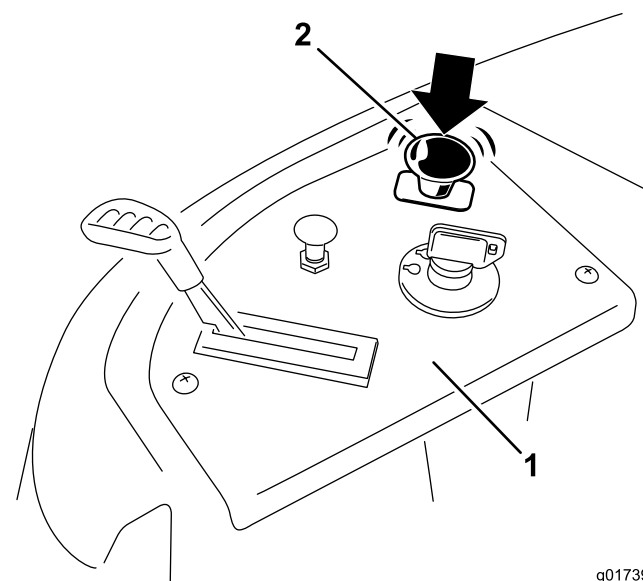

Figura 17
Presione hacia abajo del mando de control de las cuchillas para desplazarlo a la posición de Desengranado y desengranar las cuchillas (Figura 17).
1. Desengrane las cuchillas moviendo el mando de control de las cuchillas a Desengranado (Figura 17).